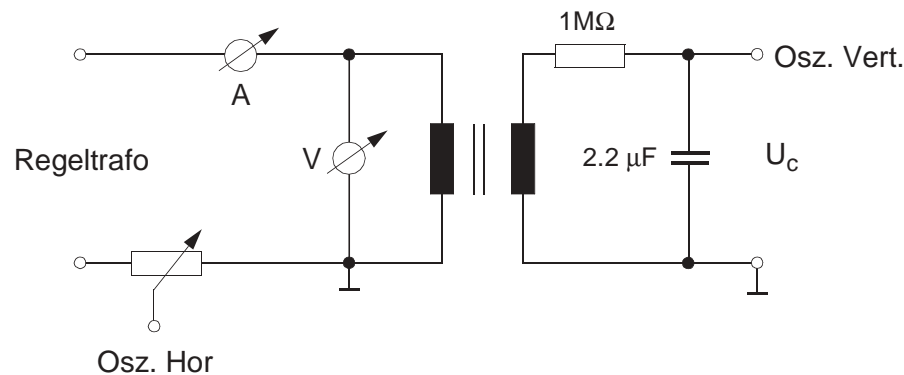

Abb. 7: Schaltung zu Aufgabe 4.
Um die Hysteresekurve auf dem Oszilloskop darzustellen, muß auf die Horizontalablenkung des Oszilloskops der Primärstrom  $I_1$ , auf die Vertikalablenkung das Integral über die Sekundärspannung gegeben werden. Dazu wird die Schaltung nach Abb. 7 benutzt. Es lässt sich leicht zeigen, dass für den Fall  $R \gg I/\omega C$  das RC-Glied an der Sekundärseite als Integrierglied arbeitet und für die Spannung
- Verwenden Sie die Schaltung nach Abb. 7.